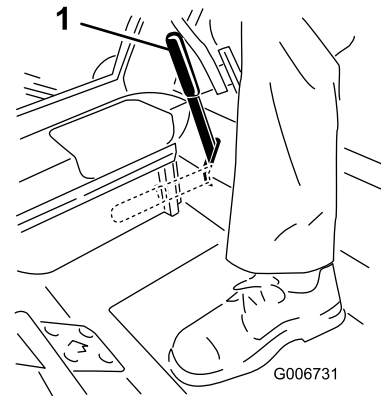

Figura 42
2. Tire de la palanca del freno de estacionamiento hacia arriba y hacia atrás para poner dicho freno (Figura 42). La palanca del freno de estacionamiento debe permanecer firmemente en esa posición.
Empuje hacia adelante y hacia abajo la palanca del freno de estacionamiento para quitar dicho freno (Figura 42).